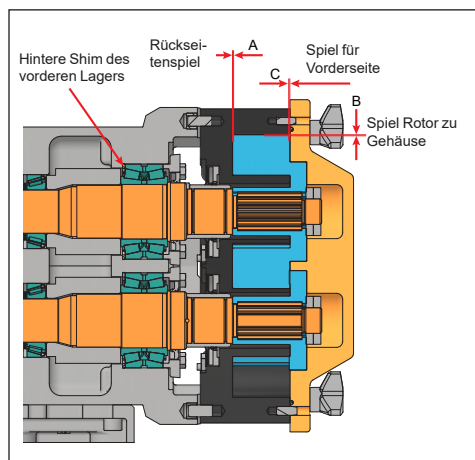

Abbildung 95 - Spielmessungen
2. Messen Sie das Rotorrückseitenspiel (Abbildung 95, Pos. A) mit einer Fühllehre durch den Anschluss oder von vorne.
3. Messen Sie das Rotorvorderseitenspiel (Abbildung 95, Pos. C).
4. Messen Sie das Spiel zwischen Rotor und Gehäuse (Abbildung 95, Pos. B).